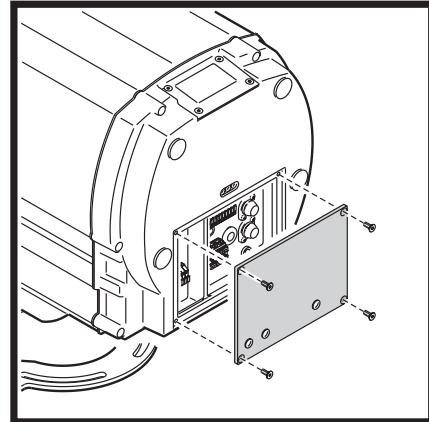

Bild 6: Abdeckplatte des Anschlussfeldes
3. Siehe Bild 6. Lösen Sie die Schrauben der hinteren Abdeckplatte und entfernen Sie vorsichtig die Platte und die Dichtung.